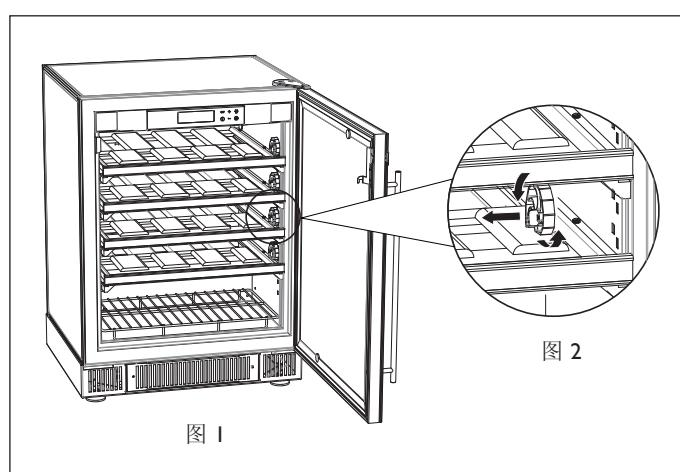

图 2
装上螺帽（见图2），可在配件包内找到，用于密封下铰链的孔；
- 已被固定在每个酒架上。每个酒架2个垫块（图1）。请通过转动将每个垫块取出（图2）。您可保留这些垫块，以便在需要对您的葡萄酒酒柜进行长距离运输时重新使用它们。
- 将把手放置于门框架特别设计的凹槽(图2);
- 向前推动把手插入凹槽(图2);